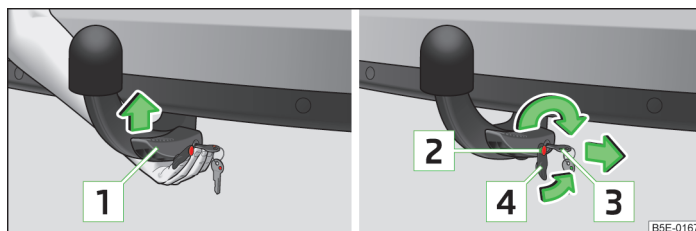

Fig. 148 Montage de la boule d'attelage/verrouillage de la serrure et mise en place du cache de serrure
- Prenez la boule d'attelage **par le bas** » fig. 148 et enfoncez-la dans le logement jusqu'à ce qu'elle s'enclenche de façon audible » **!**
La manette **1** » fig. 148 se tourne **automatiquement** vers le haut et la tige de verrouillage **2** ressort (ses parties rouge et verte sont alors visibles) » **!**
- Mettre le cache **4** » fig. 148 en place sur la serrure dans le sens de la flèche » **!**